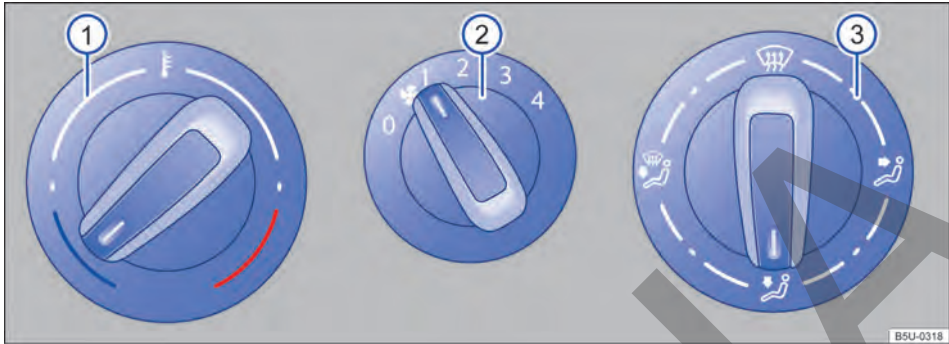

Fig. 71 Comandos del sistema de ventilación y calefacción.
- En vehículos con sistema de calefacción, girar el regulador de temperatura → fig. 71 ① totalmente hacia la derecha, a la posición máxima de calefacción.
- Girar el botón de distribución de aire ③ a la posición 🌀.
- Girar el botón del ventilador ② al nivel 3 o 4.